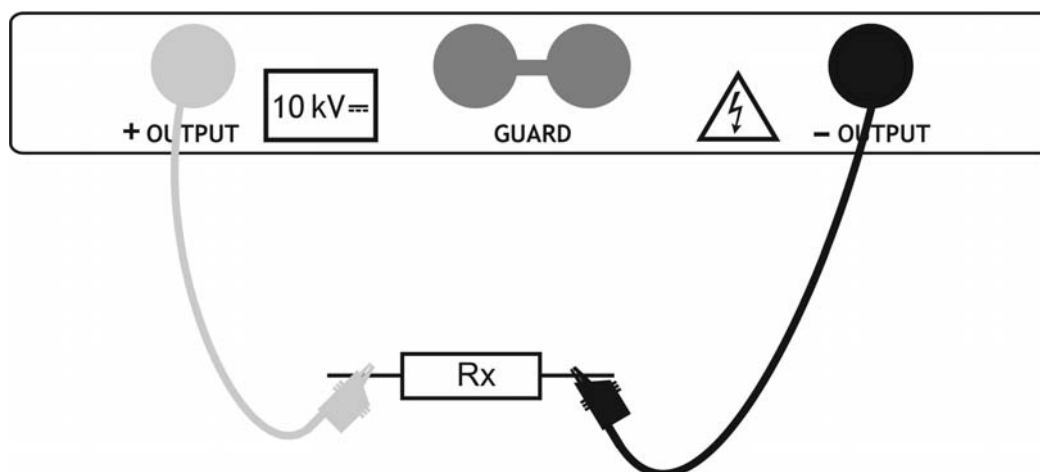

Fig. 46: Conexión del instrumento para prueba de rigidez dieléctrica
4. Conecte la punta del Terminal 1 o del Terminal 2 (positivo) y el cable negro de los Terminales 2 (negativo) en el objeto en prueba (negativo) del objeto en prueba (ver Fig. 46)